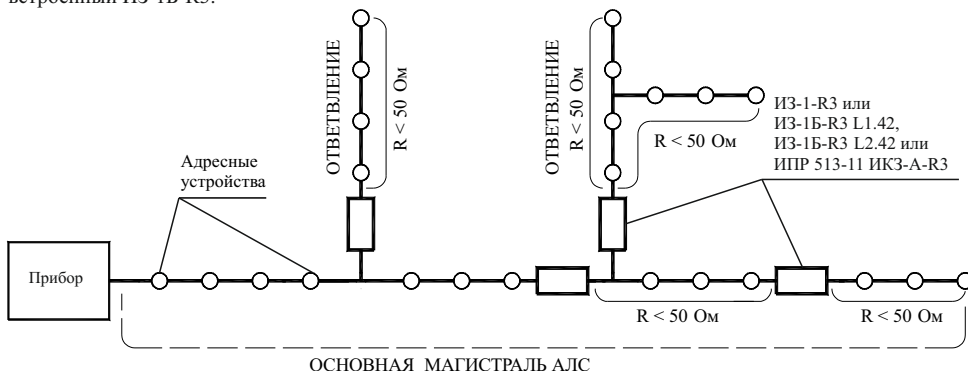

Рисунок 3
- разрывать радиальную АЛС (рисунок 3) в месте установки ИЗ-1Б-Р3, ближайшего к точке КЗ. Это локализует участок после ИЗ-1Б-Р3 и оставляет работоспособным участок АЛС между прибором и сработавшим ИЗ-1Б-Р3;